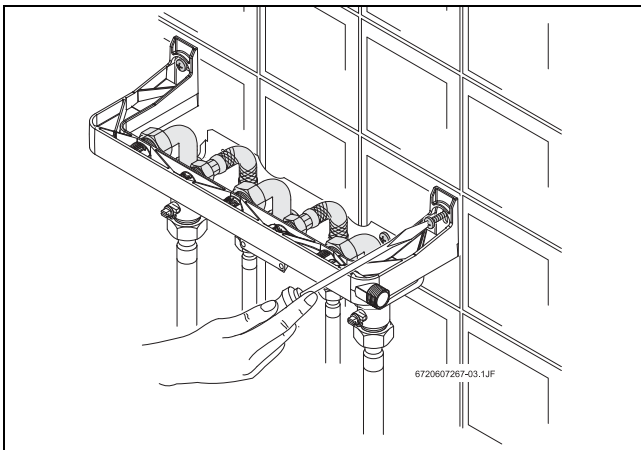

Рис. 19 Фиксация установочного комплекта
- ▶ Прикрутить шаблон к стене (рис. 19).